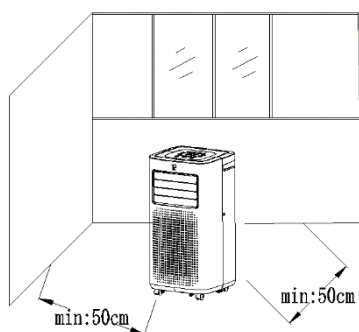

Fig.1
- Veuillez monter l'appareil sur une surface plane à proximité d'une prise adaptée, mais à au moins 50cm des autres appareils (voir fig.1).